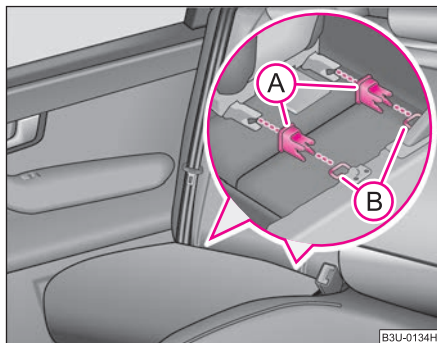

Fig. 128 Argollas de sujeción (sistema ISOFIX)
- Introduzca los conos receptores (A) en las argollas de sujeción (B) entre el respaldo y la banqueta ⇒ fig. 128.